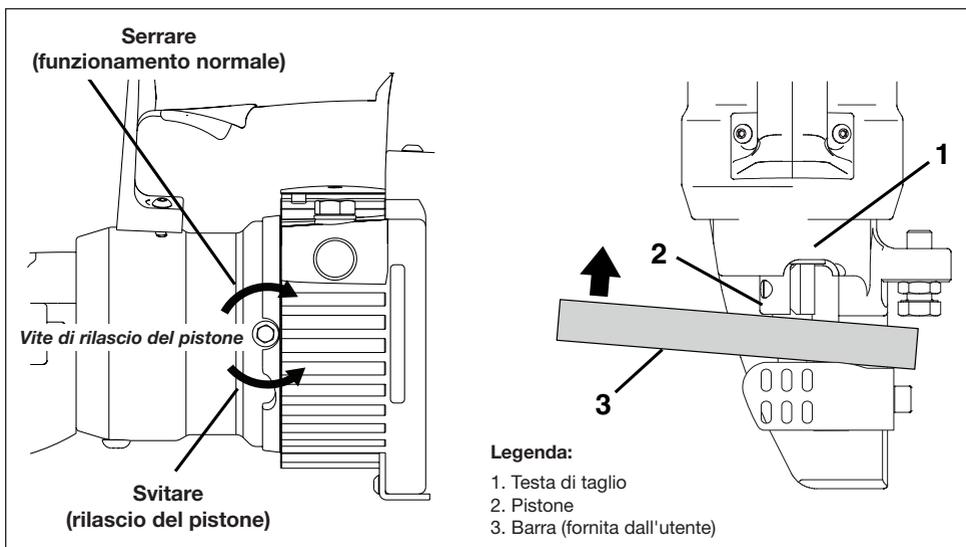

Figura 11, Procedura manuale di ritrazione del pistone
Fare riferimento ai passaggi successivi. Vedere la figura 11:
4. Utilizzando un pezzo rigido di barra di acciaio, spingere manualmente il pistone all'interno del tagliabarre fino a portarlo nella posizione home. Si veda la figura 11, elemento 3. Questo dovrebbe sbloccare la sporczia o il materiale che ha impedito al pistone di ritornare indietro durante il normale funzionamento.
8. Pulire la parte esposta del pistone. Rimuovere gli eventuali detriti, le schegge o la sporczia da questa zona. Si veda la figura 11, elemento 1.